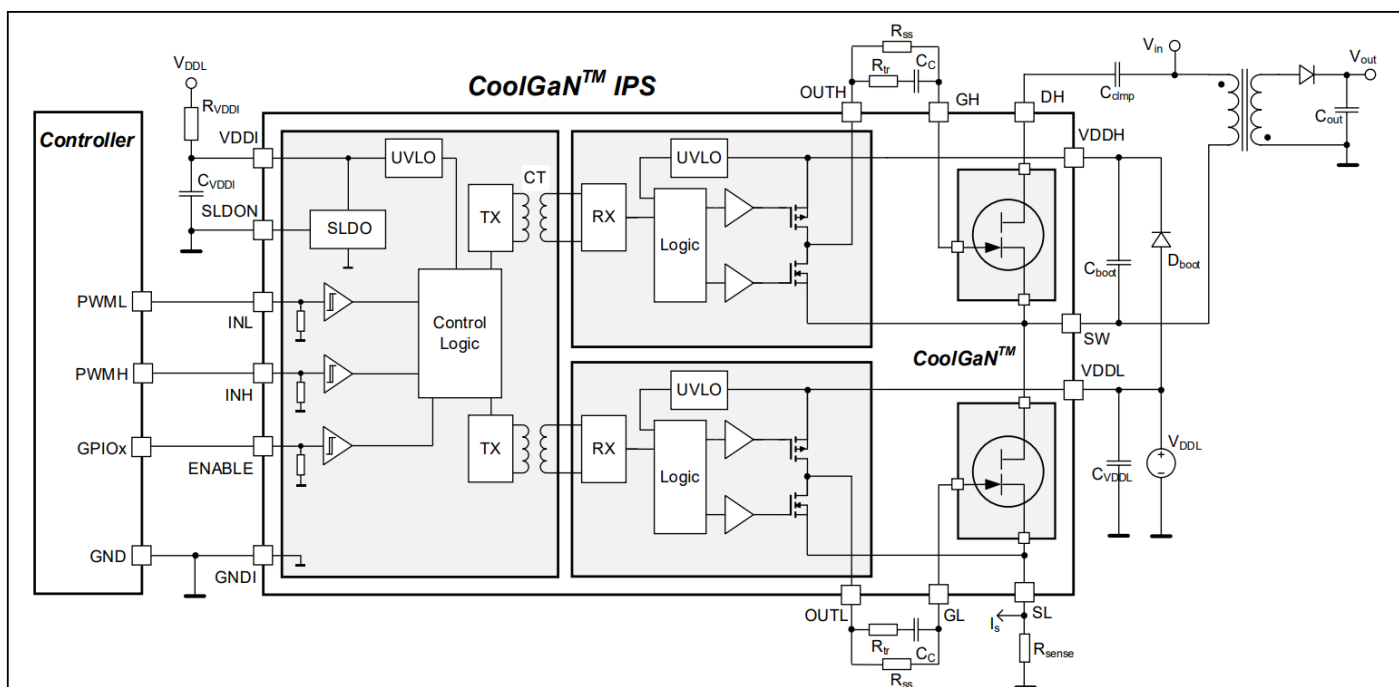
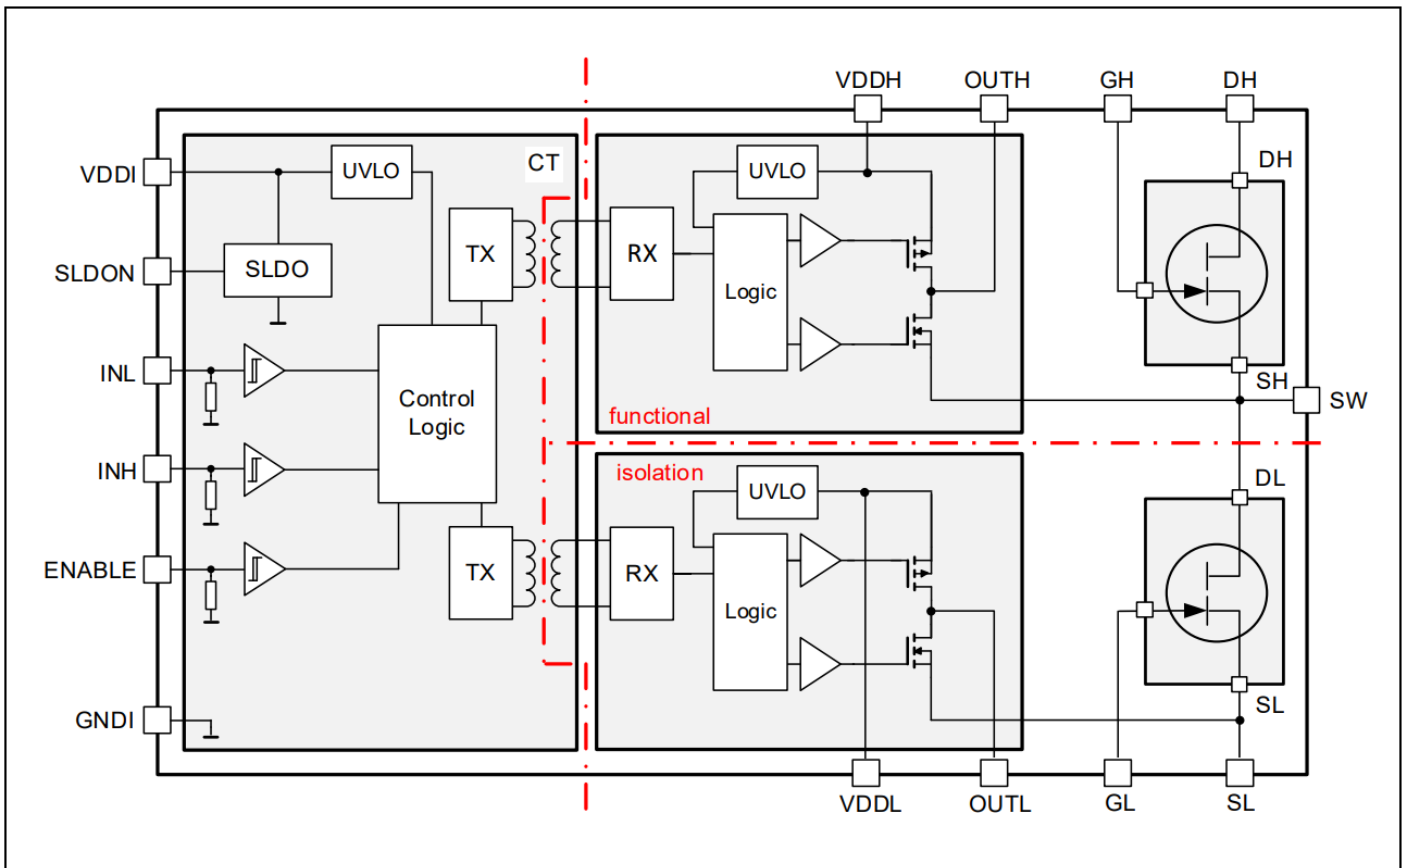

图1 典型应用电路（有源钳位反激式转换器）
图3 IGI60F2020A1L框图
IGI60F2020A1L 将由两个 200 mΩ（典型值 R_{dson} ）/ 600 V 增强型 CoolGaN™ HEMT 组成的半桥功率级与专用栅极驱动器集成在一个 8x8mm QFN-28 小型封装中。因此，在中低功率领域（图1中的示例应用），它非常适合利用 CoolGaN™ HEMT 的卓越开关特性来支持高密度 AC/DC 充电器和适配器的设计。
图 3 给出了 CoolGaN™ 功率级 的简化功能框图。为了将输入信号电平转换至高端开关，我们采用了片上无芯变压器 (CT)。出于对称性考虑，低端路径中也包含一个 CT，从而实现了输入到输出以及高端到低端的电流隔离。此外，该 CT 将低端栅极驱动器参考电压 (SL) 与 GNDI 隔离，从而可以使用分流电阻进行电流检测，如 图 1 所示。
如果没有单独的 3.3 V 电源，输入侧也可以使用 V_{DDL} （通常为 8 V）供电。然后，必须通过将引脚 SLDON（引脚 23）连接到 GNDI 来启用分流 LDO 稳压器 (SLDO)。SLDO 通过连接在 V_{DDL} 和引脚 VDDI 之间的外部电阻 R_{VDDI} 来调节电流，如图 1 所示。以产生所需的压降。为了正常工作，必须确保流过 R_{VDDI} 的电流始终超过输入芯片的最大供电电流 I_{VDDI} ；但也不能太小，以免造成高功耗并对系统总效率造成显著影响。因此， R_{VDDI} 必须满足：
两个输出芯片均需由与各自 GaN 开关源极相关的典型值为 8 V 的电压供电。在许多应用中，浮动高端电源 V_{DDH} 可以通过自举电路（图 1 中的元件 D_{boot} , C_{boot} and R_{boot} ）。通常为 100 nF 的陶瓷旁路电容 C_{VDDL} 必须放置在靠近引脚 VDDL 的位置。